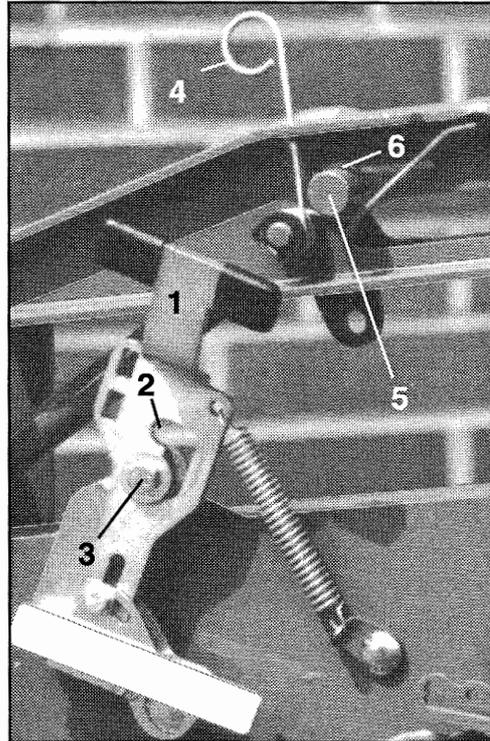

Fig. 9.1
- Zur Unterbrechung der Kraftübertragung Handhebel (9.1/1) aus oberer Nut (9.1/2) führen, nach oben ziehen und Schraube (9.1/3) in untere Nut des Handhebels einrasten lassen (Fig.9.1).